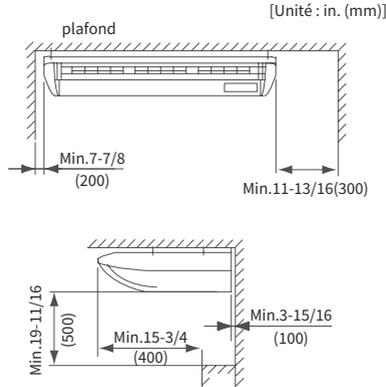

Fig.4.1 Espace pour le fonctionnement et la maintenance
- Installez l'unité intérieure dans un espace suffisamment dégagé pour permettre de bonnes conditions de fonctionnement et faciliter les opérations de maintenance, comme montré dans la figure 4.1.